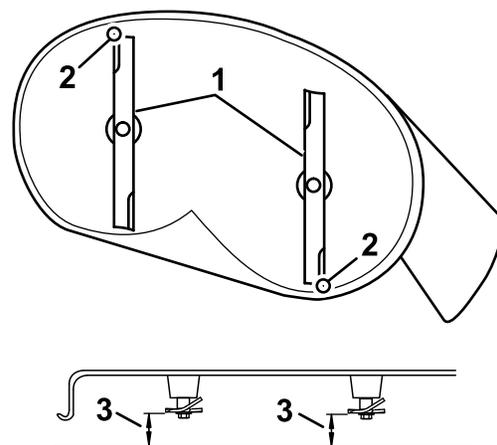

Figura 69
4. Girate con cautela le lame in modo che siano disposte longitudinalmente (Figura 69).
5. Misurate il valore dalla punta della lama anteriore e dalla punta della lama posteriore alla superficie piana (Figura 69).